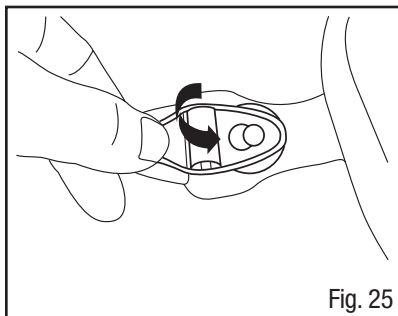

Fig. 25
- Retirer le harnais de tête existant en détachant chaque boucle des boutons (Fig. 25).